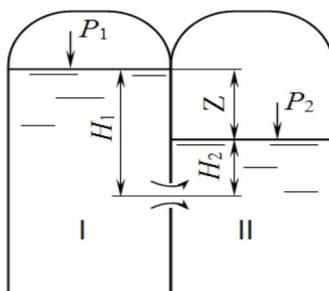

Рис.1. К задаче 3
3. Определить расход жидкости, перетекающей из резервуара I в резервуар II (рис. 1), если диаметр отверстия в вертикальной стенке $d_0=0,2$ м, высота $H_1=7$ м, $H_2=6$ м, давление в I резервуаре $p_1=2 \cdot 10^5$ Па, а во II резервуаре $p_2=1,7 \cdot 10^5$ Па, коэффициент расхода $\alpha=0,62$.
Определить объёмный расход воды $V_{сек}$ (m^3/c) в горизонтальной трубе диаметром $d_1=0,25$ м, имеющей плавное сужение до диаметра $d_2=0,125$ м (труба Вентури), если показания трубок до сужения $h_1=0,5$ м, в сужении $h_2=0,3$ м (рис.1). Коэффициент, учитывающий уменьшение расхода вследствие потерь напора, $\mu=0,98$.